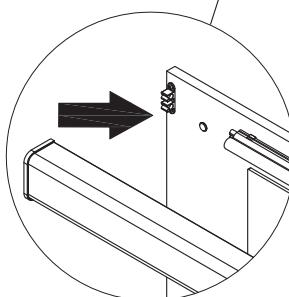

图10
- 2) 如图10所示，使照明盖上端与化妆镜上端保持齐平，将照明盖（灯罩）安装在柜体上。